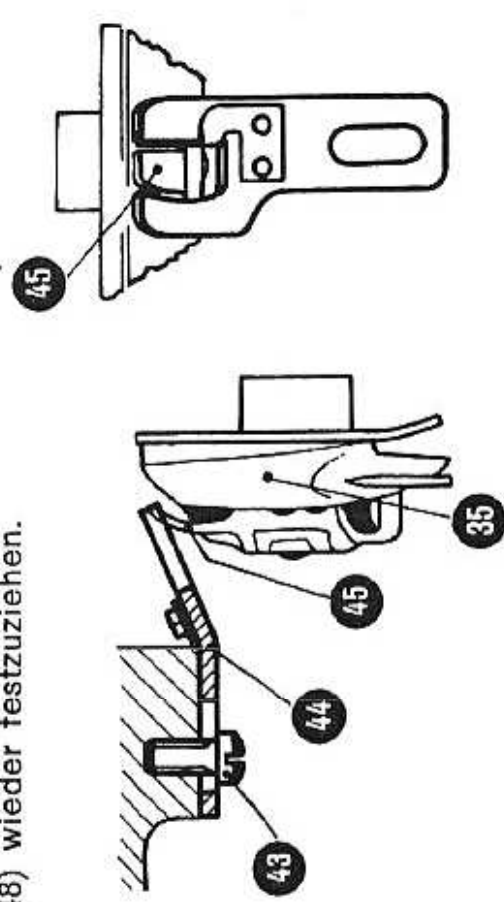

Abb. 15
Nach der Einstellung von Nadel und Greifer (35) ist das Arretierstück für den Spulenkapselträger (44) an der Maschine zu befestigen und soweit nach vorn zu verschieben, bis auf beiden Seiten die Unterkante desselben mit der Unterkante des Haltefingers (45) des Spulenkapselträgers abschneidet (Abb. 15).